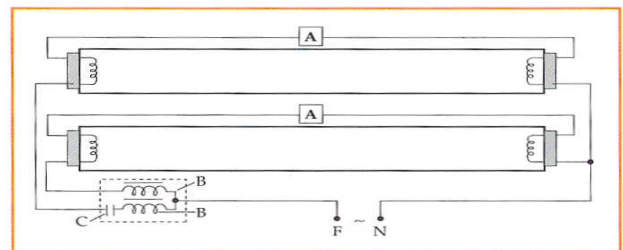

Figura 4 | Ligação 'em tandem' de duas lâmpadas fluorescentes, para reduzir o efeito estroboscópico.
- ❖ Uma das formas de eliminar o efeito estroboscópico consiste em ligar cada par de lâmpadas à mesma fase, em paralelo evidentemente, em que uma delas tem um condensador ligado em série com o balastro respectivo, de forma a provocar a desfasagem de 90° requerida pelo artº 331 do RSIUEE. Na figura 4 representa-se esta ligação – designada **ligação em tandem ou em duo** – entre duas lâmpadas fluorescentes.